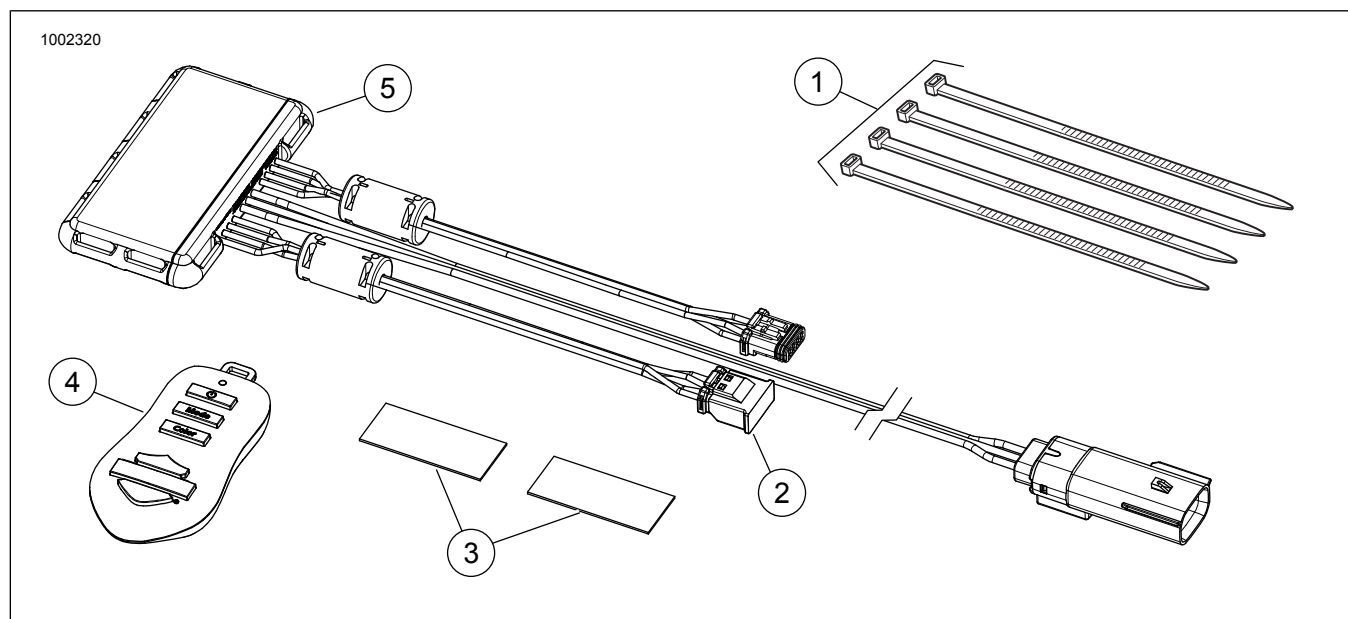

Figura 2. Peças de reposição, Kit do controlador Spectra Glo
Figura 2 e Tabela 1.
5. Figura 2 Escolha um local adequado para montar o controlador (5), embaixo do assento ou atrás da tampa do lado esquerdo. Use a fita adesiva dupla face (3) fornecida com o kit ou abraçadeiras (1).